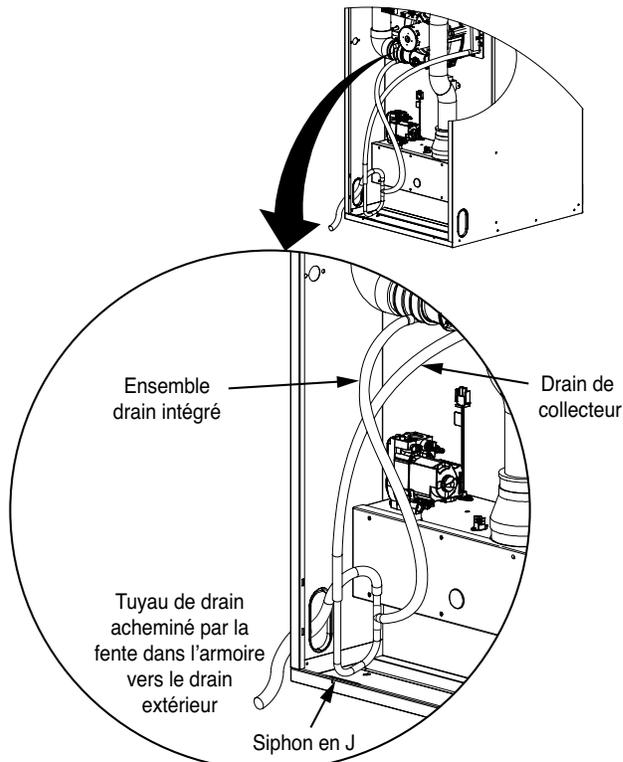

Figure 18. Évacuation du condensat
la base de la fournaise (Figure 18). Assurez-vous que le flexible d'écoulement n'est pas entortillé.
1. Retirez le tube souple du boîtier collecteur (Figure 18) et vérifiez que la sortie du boîtier collecteur est dégagée et exempte de débris ou d'obstructions.